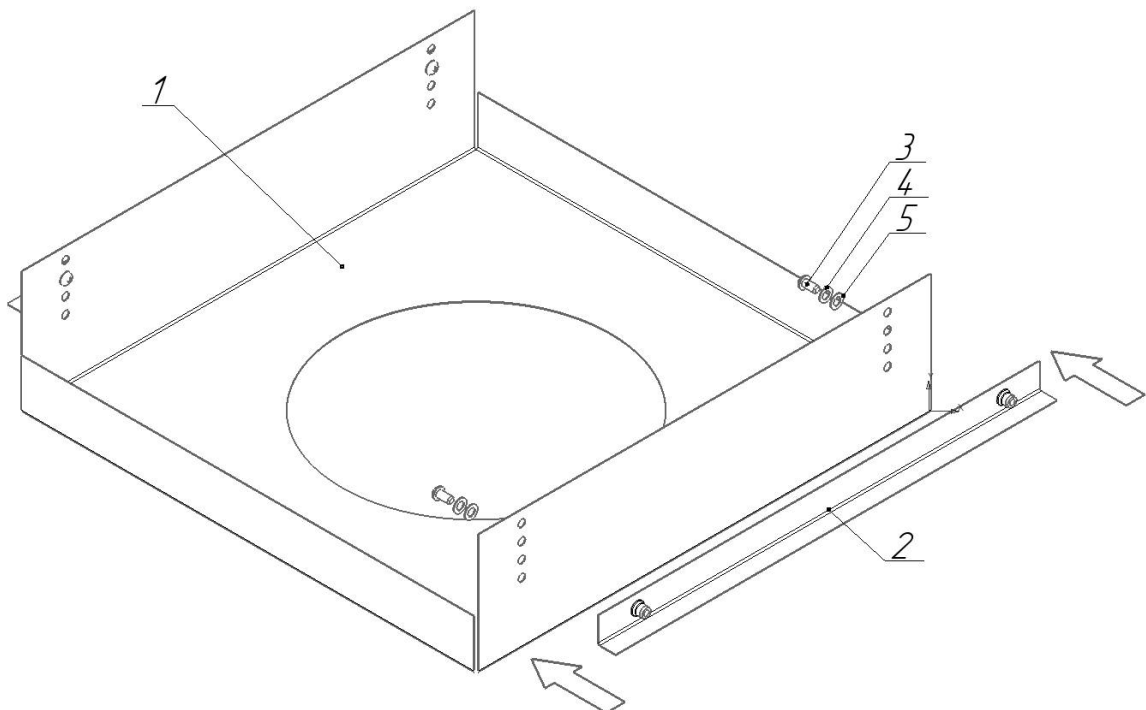

Рисунок 5 - Схема установки светильника в потолок Грильято
5.3.1 Прикрутите уголки к креплению Грильято (см. рисунок 5).
5.8.1 Прикрутите уголки к креплению Грильято (см. рисунок 5).